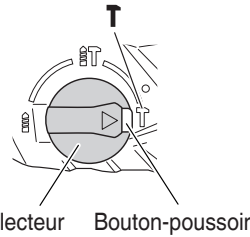

Fig. 12
- Le foret de cette perceuse peut être mis en mode de percussion uniquement en appuyant sur le bouton presseur et en tournant le sélecteur sur le repère **T**. (Fig. 12)
- (3) Tourner le sélecteur sur le repère **T**. (Fig. 12)